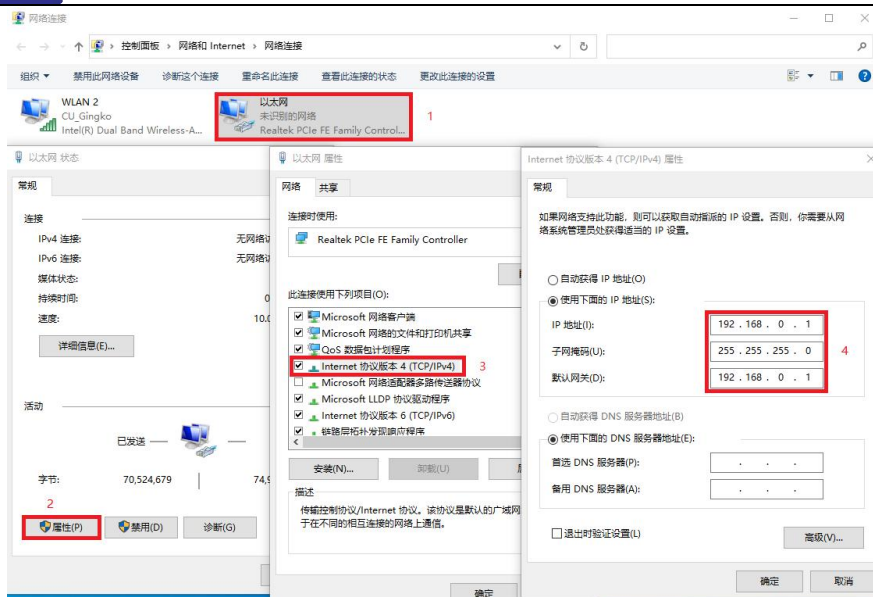

图 18-5 IP 参数设置界面
(2) 在电脑上打开“TCP&UDP 测试工具”，选择创建服务器，本机端口号设置为 60000，如图 18-5 所示，然后点击创建。